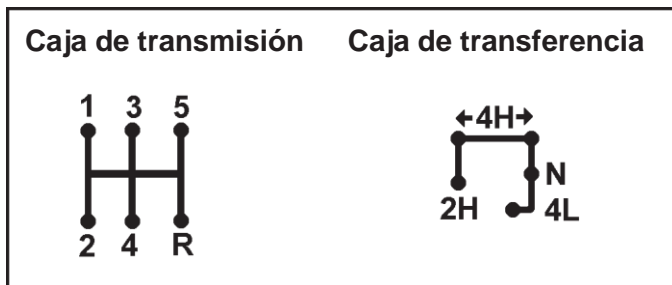

Fig. 3.3. Posiciones de las palancas de la caja de cambios y de la caja de transferencia:
**21 — palanca de cambios.** (Ver las posiciones de la palanca en la perilla de la palanca de cambios y en la fig. 3.3).
**23 — palanca de activación del eje delantero y de la reducción de marcha.** (Ver las posiciones de la palanca en la fig. 3.3).